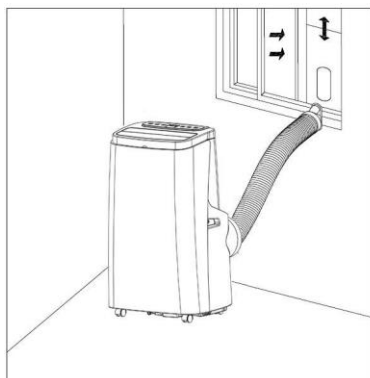

Figure 4
- Allonger le tuyau de refoulement et mettre l'extrémité du « bec de canard » dans la partie elliptique du kit fenêtre comme le montre la figure 4 et 5